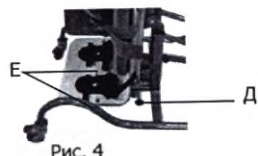

Рис. 4
3) Регулировка подножки по глубине (рис.4)
4) Регулировка положения стоп (рис.4, с.5)